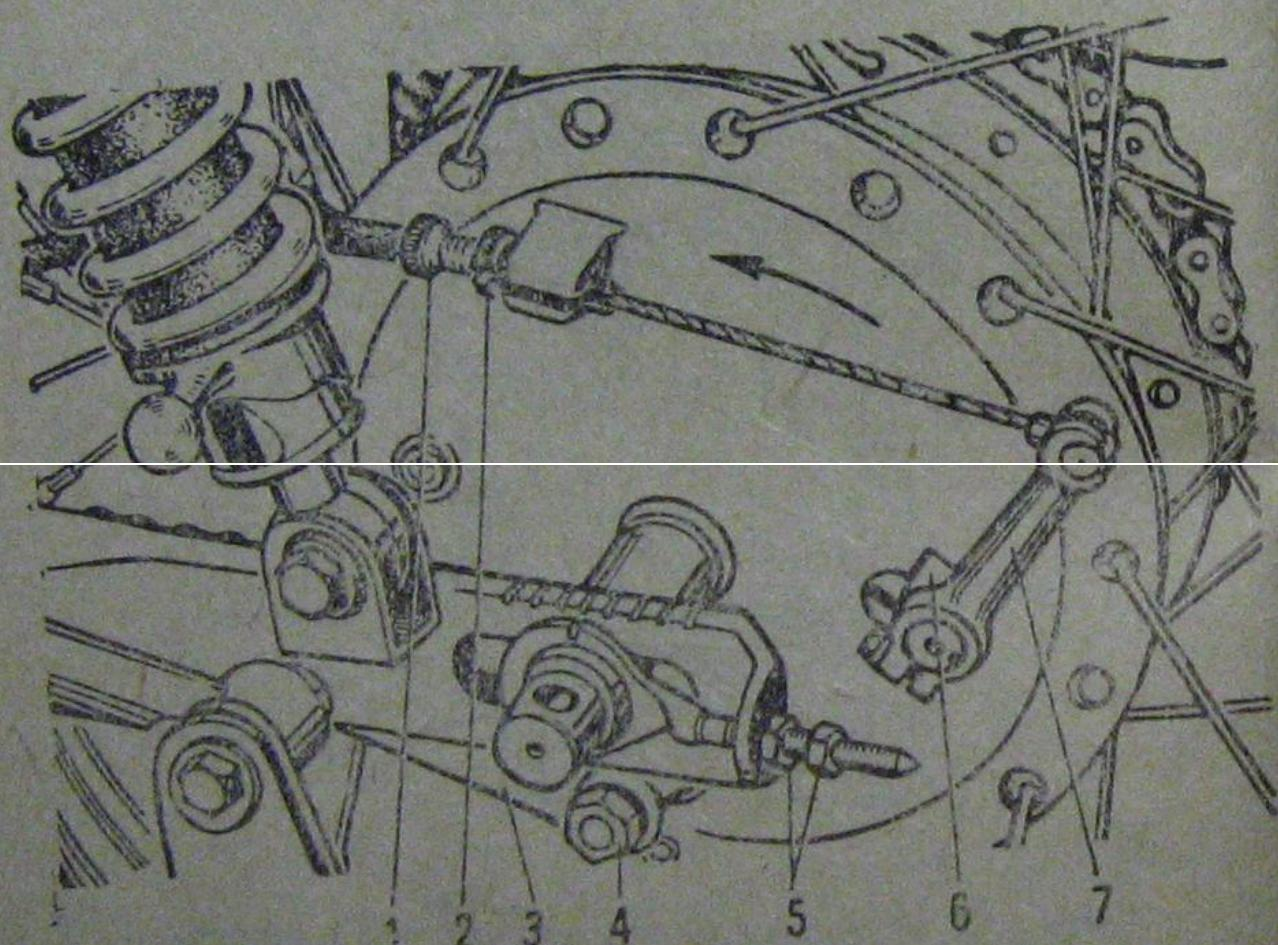
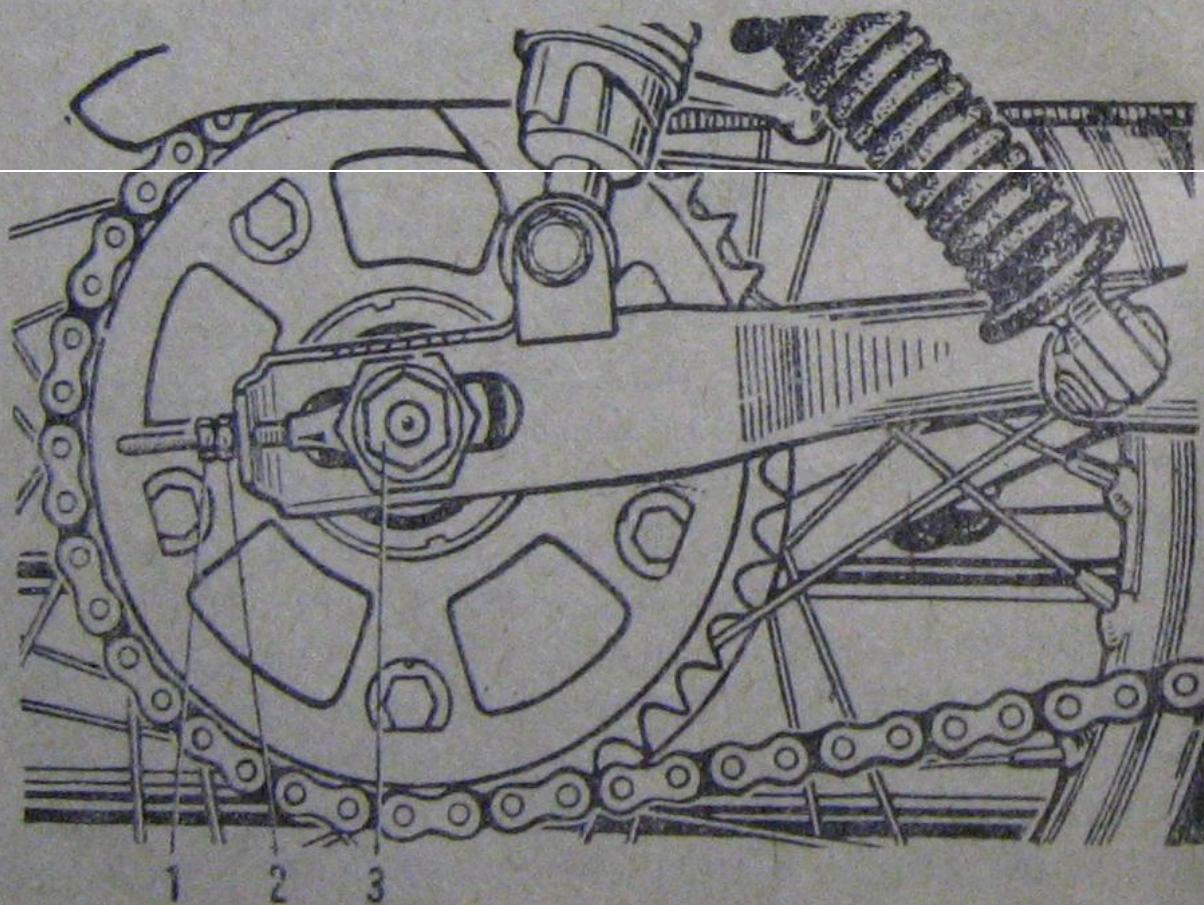

Рис. 16. Снятие заднего колеса и регулировка тормоза заднего колеса:
Рис. 18. Цепь привода заднего колеса:
Для снятия заднего колеса (рис. 16):
Регулировку тормоза заднего колеса (рис. 16 и 17) производите винтом 1. Предварительно ослабьте контргайку 2, поворотом винта доведите свободный ход конца рычага ножного тормоза до 10...15 мм, после чего завинтите контргайку 2.
- ослабьте гайки 5 (рис. 16) крепления реактивной тяги;
- ослабьте гайку 3 и ось колеса (резьба левая) (рис. 18);
— окончательно закрепите ось колеса, гайку 3, контргайки 1 (рис. 18) и гайки 5 (рис. 16) крепления реактивной тяги.